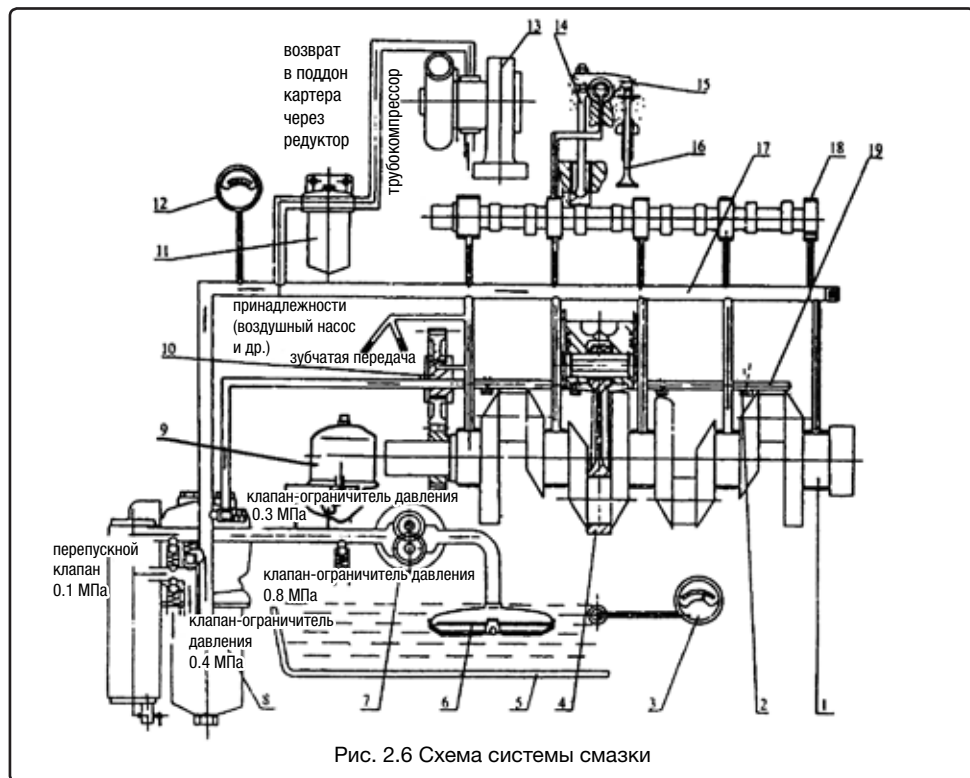

Рис. 2.6 Схема системы смазки
2.9. Система смазки (рис. 2.6)